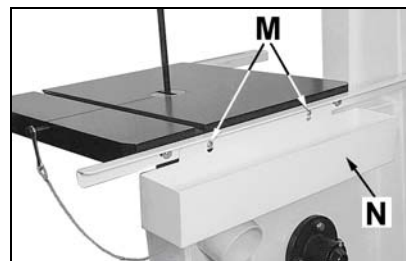

Рис. 6
В нижнюю направляющую упора закрутите два винта с цилиндрическими головками (M, Рис. 6) и установите контейнер для сбора стружки (N).